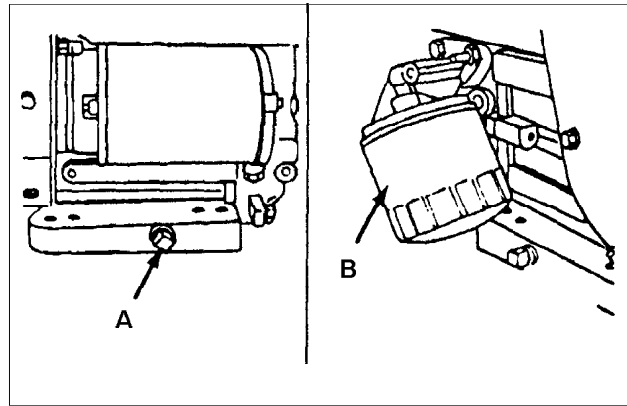

Fig.9
- (a) Nachdem der Motor zunächst angewärmt wurde, alles Öl aus der Ölwanne ablaufen lassen (A Abb.9).
- (b) Den Ölfilter (B Abb.9) aus der Seite des Motors mit einem Filterschraubenschlüssel herausschrauben und wegwerfen.
- (a) Varmkör motorn och tappa ur all olja från sumpen (A fig. 9)
- (b) Skruva loss oljefiltret (B fig. 9) från motorns sida med en filternyckel, kassera filtret.